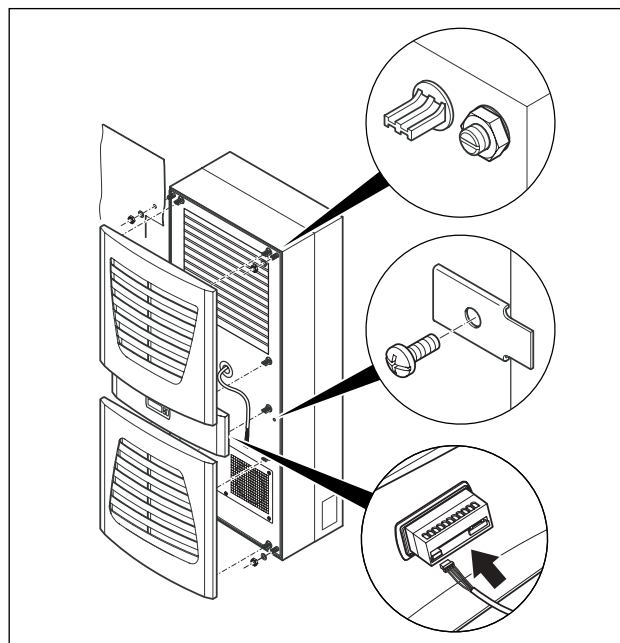

Fig. 17: Fissaggio del condizionatore
- Fissare l'apparecchio, se necessario, con lamiere di fissaggio supplementari, come mostrato nella fig. 17.